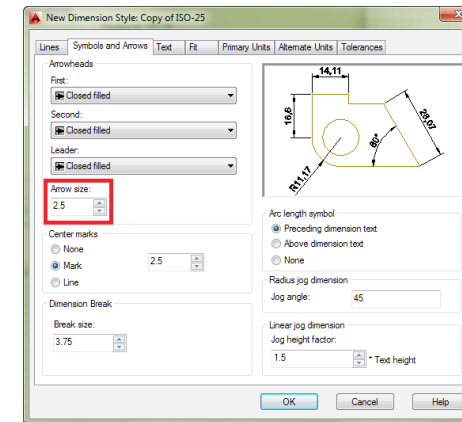

Рис. 96 Настройка размера засечек
- **Arrow size (Размер стрелки)**. Позволяет настроить размер стрелок (засечек) (Рис. 96).